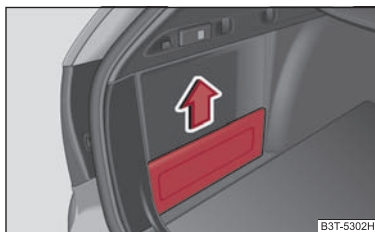

Abb. 118 Nicht schließbares Seitenfach
- Fassen Sie die Abdeckung am oberen Teil an und nehmen Sie diese vorsichtig in Pfeilrichtung ⇒ Abb. 118 heraus.